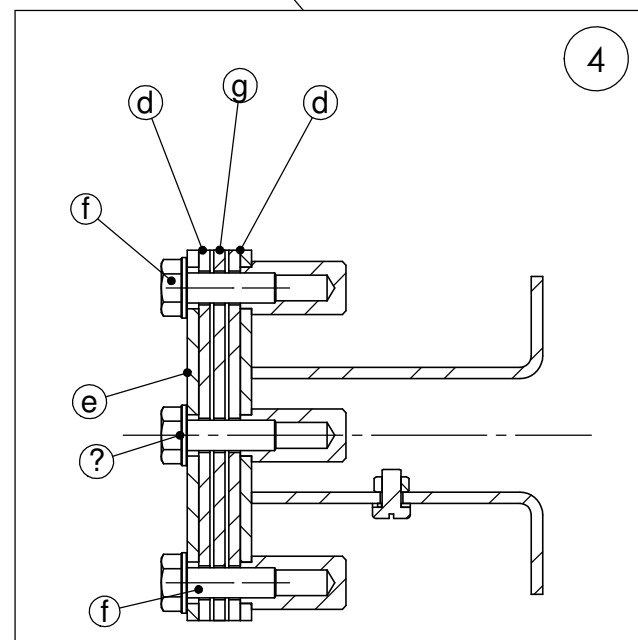

Fig.04
- 4.- Place the anchor in the external part of the pool panel (g) and fix it on the inside, placing the sealing gasket (d) and the flange (e) with screws (f). (Fig.04).
- 4.- Posicionar el anclaje en parte exterior del panel (g) de la piscina, y fijar por la parte interior, colocando las juntas de estanqueidad (d) y brida (e), mediante los tornillos (f). (Fig.04).
- 4.- Positionner l'ancrage à l'extérieur du panneau (g) de piscine, et fixer à l'intérieur, en plaçant les joints (d) et la bride (e), à l'aide des vis (f). (Fig.04).
- 4.- Die Verankerung auf der Außenseite der Schwimmbadplatte (g) positionieren und sie auf der Innenseite befestigen, indem die Fugendichtung (d) und Flansch (e) mit den Schrauben (f) verbindungen. (Fig.04).
- 4.- Posizionare l'ancoraggio nella parte esterna del pannello (g) della piscina, e fissarlo all'interno, posizionando la guarnizione di tenuta (d) e flangia (e), mediante le viti (f). (Fig.04).
- 4.- Posicione a fixação na parte externa do painel (g) da piscina e fixe na parte interna, colocando as juntas (d) e o flange (e) usando os parafusos (f). (Fig.04).